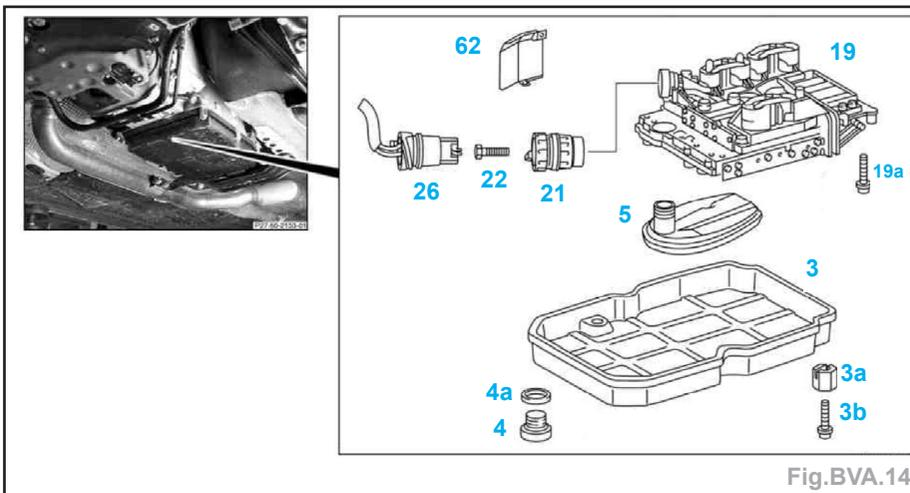

Fig. BVA.14
- Dévisser le bouchon de vidange d'huile (4) (Fig. BVA.14).